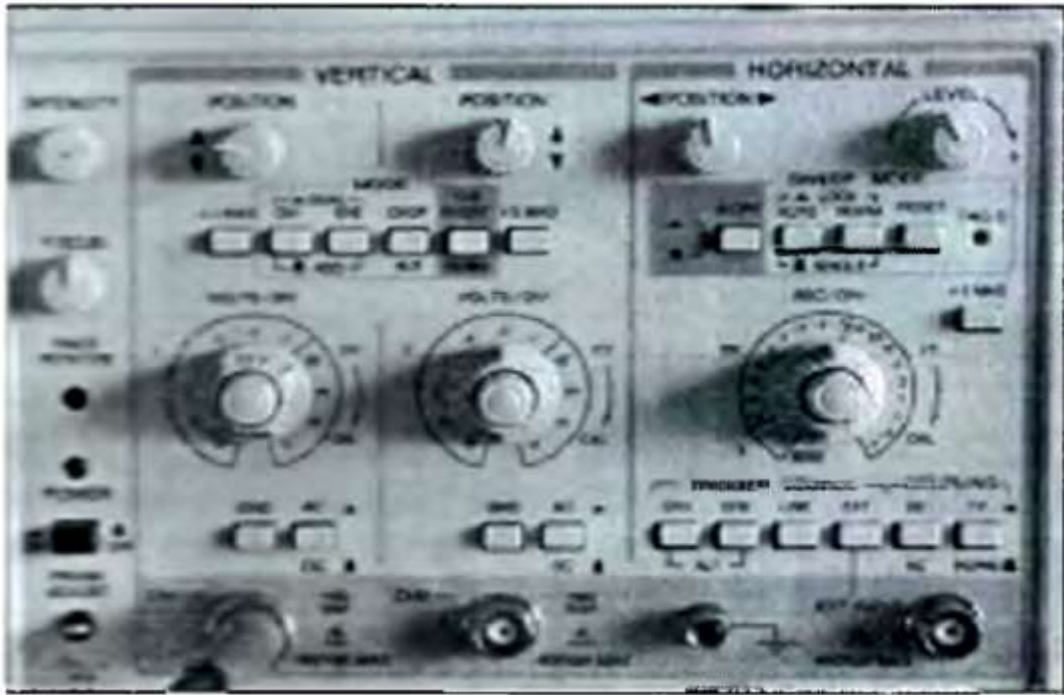

Рис. 4.7: Настройка осциллографа
- Эти настройки также можно увидеть на Рис. 4.7.